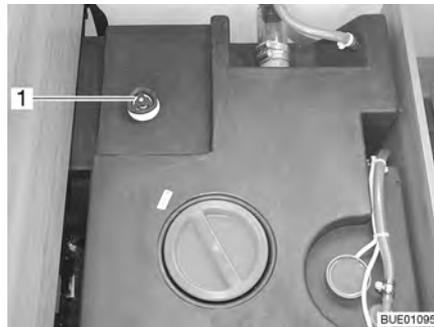

Fig. 177 Serbatoio dell'acqua con maniglia girevole
- Sul serbatoio dell'acqua ruotare la maniglia girevole (Fig. 177,1) in senso antiorario, oltre la resistenza verso l'esterno fino all'arresto, per aprire completamente l'apertura di scarico.